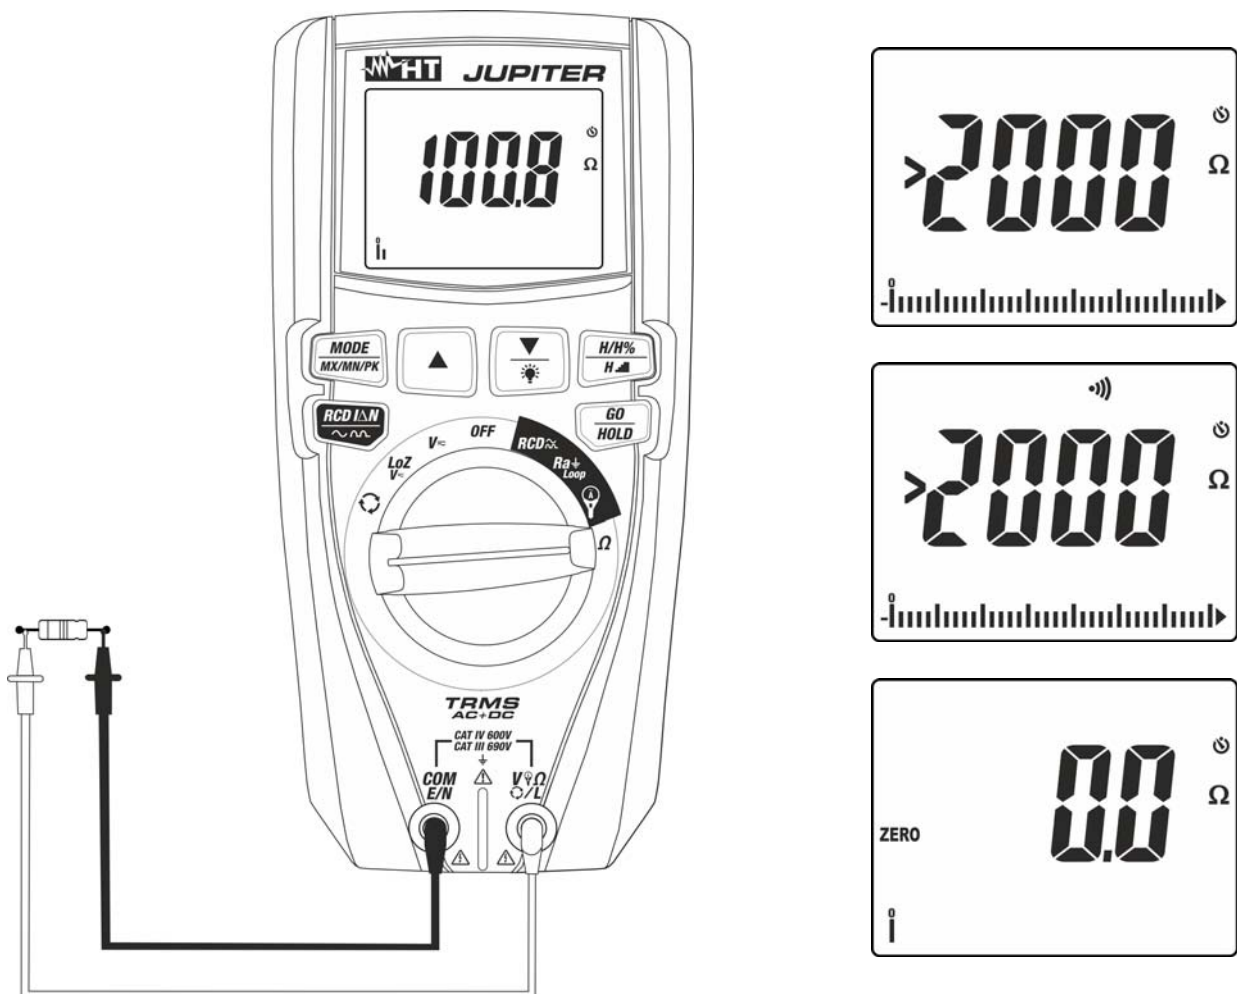

Abb. 11: Verwendung des Gerätes für Widerstandsmessung und Durchgangsprüfung
4. Verbinden Sie die Messleitungen mit den gewünschten Messpunkten des zu messenden Kreises (siehe Abb. 11). Der Widerstandswert erscheint auf dem Display.
5. Wenn im Display die Meldung ">2000 Ω " erscheint (siehe Abb. 11), ist der höchste messbare Wert erreicht worden.